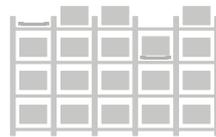

Abbildung 7.1
- ✓ Wenn eine Anordnung mit einem einzigen Regalblock und einem Frontgang gewählt wird (Abbildung 7.1), wird eine **höhere Lagerkapazität**, d. h. eine größere Anzahl an Stellplätzen, erreicht.